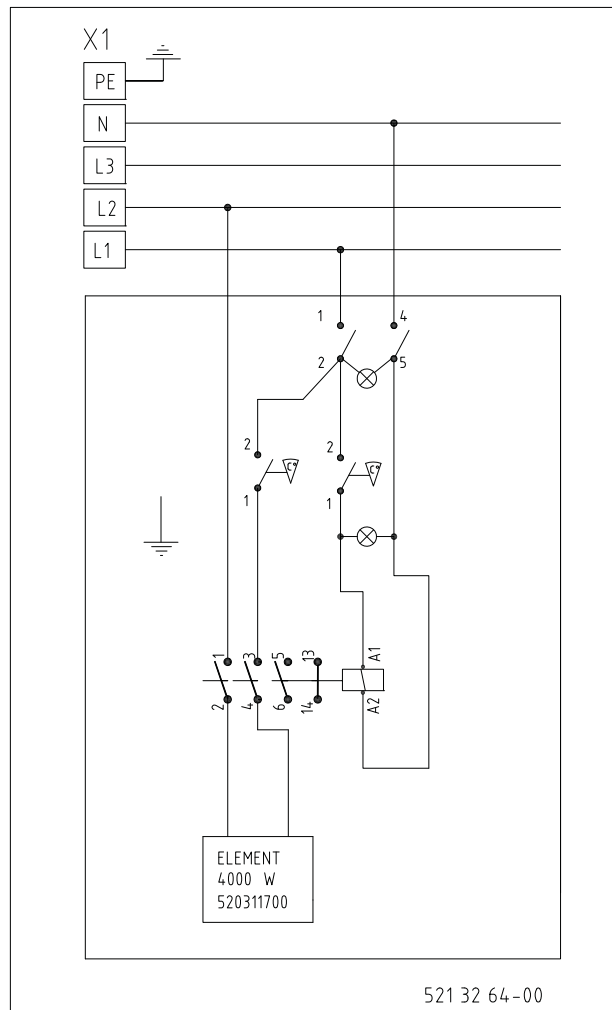

Figur 1.
1. Stäng avtappningskranen (position 3; figur 1)
2. Placera nivåöret (5) i avloppshålet.
3. Fyll på med vatten, den gröna lampan (2) tänds.
5. Vrid termostadvredet (1) till fullt pådrag dvs. maximalt medsols. Den gröna signallampan (2) tänds.
7. När varorna är färdigkokta kan avtappningskranen (9) öppnas, varvid vattennivån sjunker till nivå för varmhållning. Vrid termostadvredet (1) till läge 1-3.
Kokeriet är försett med ett överhettningsskydd (position 10; figur 1) som löser när vattennivån är för låg. Detta kan bero på att vattnet
har kokat bort eller att avtappningskranen inte har varit ordentligt stängd. Vid utlöst överhettningsskydd (position 10; figur 1), varvid den gröna lampan till den överhettade brunnen släcks, skall man göra:
2. Tryck på återställningsknappen (position 10; figur 1) (överhettningsskyddet).
4. Termostatsens bulb är instucken i ett rör som sitter isvetsad i brunnen (position 10; figur 1)).
3. Överhettningsskyddets bulb är instucken i ett rör som sitter isvetsad i brunnen ((position 10; figur 1)).